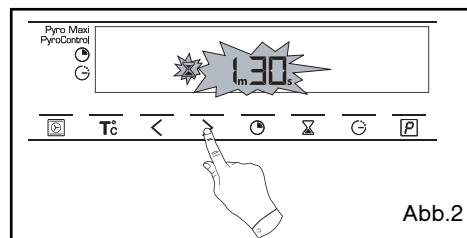

Abb.2
- Die Zeiteinstellung über die Tasten < oder > (Abb.2)einstellen.